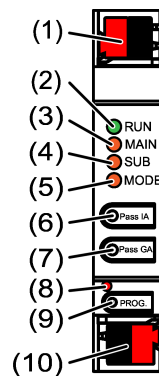

Figura 1: Vista frontal
El LED de estado **RUN** indica el estado de las funciones de filtración, (véase figura 1).
- Conectar las líneas de bus con los bornes de conexión KNX (véase figura 1) en los polos correctos.
- Conectar la línea principal al borne de conexión inferior (10). El aparato es alimentado a través de esta conexión.
- Conectar la línea secundaria al borne de conexión superior (1).